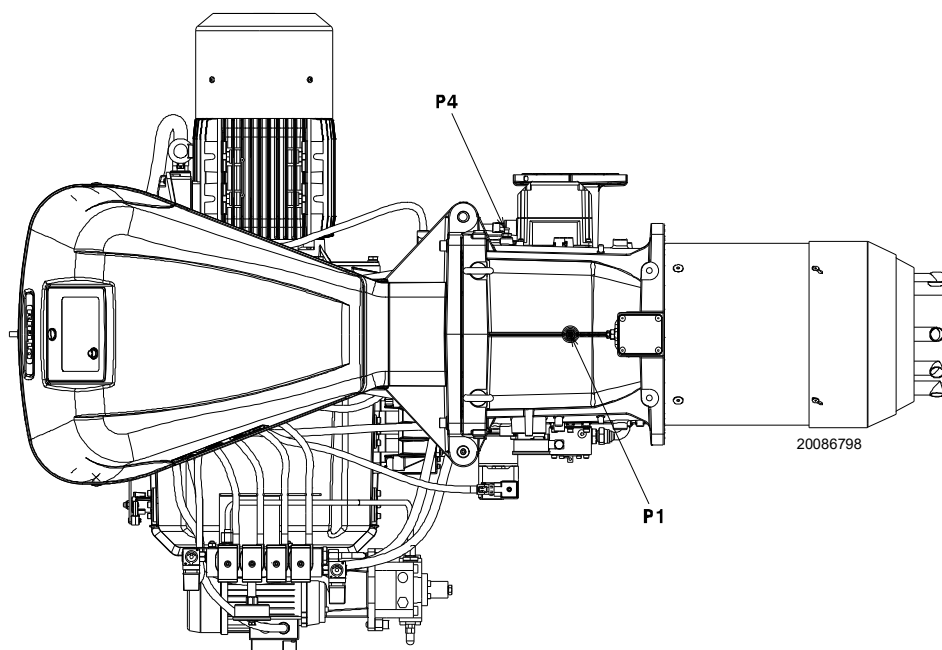

Рис. 27
Давление газа, измеренное на штуцере P1)(Рис. 27 на стр. 30), при:
- вычитите из давления газа на штуцере P1)(Рис. 27 на стр. 30) давление в камере сгорания.
Давление газа на штуцере P1)(Рис. 27) = 29,4 мбар
Для того чтобы узнать давление газа, необходимое на штуцере P1)(Рис. 27 на стр. 30), определив МАКС. мощность, при которой должна работать горелка:
- Посмотрите справа в столбце 1 давление на штуцере P1)(Рис. 27 на стр. 30).
необходимое давление на штуцере P1)(Рис. 27 на стр. 30).